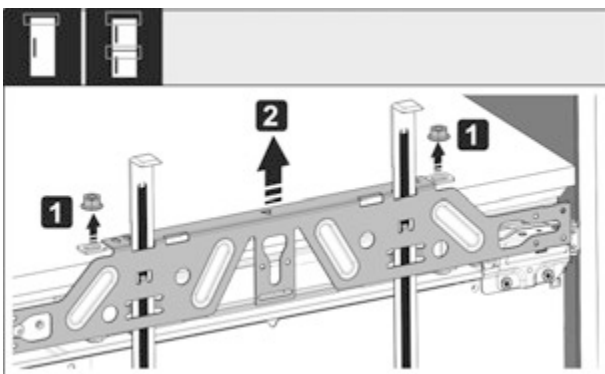

Fig. 54
- ▶ Ослабте контргайки Fig. 54 (1).
- ▶ Зніміть кріпильну поперечку Fig. 54 (2).